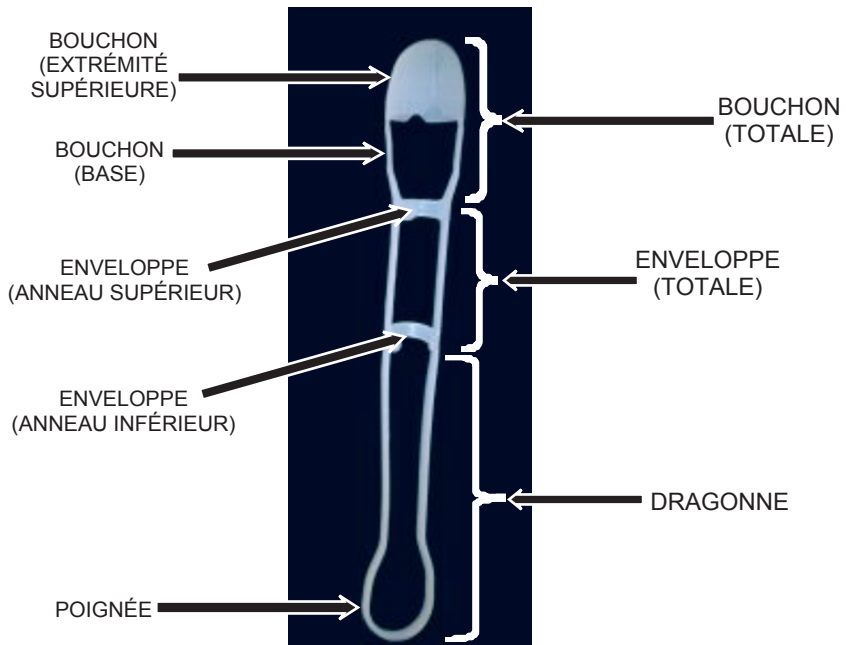
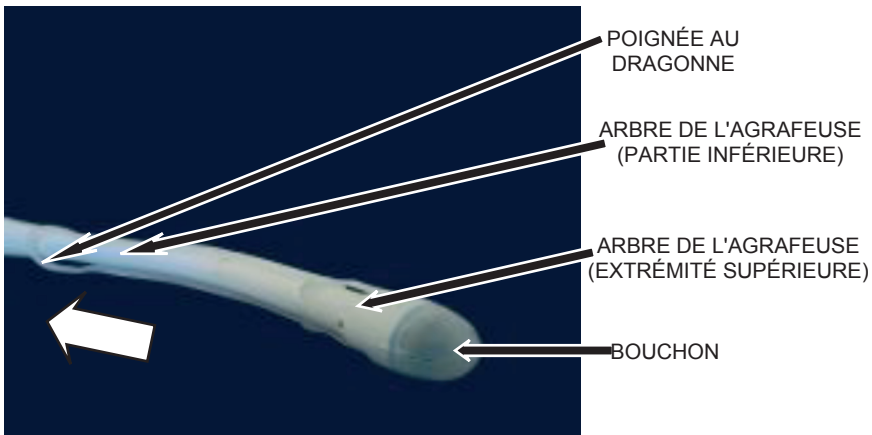

fig. 1
fig. 4
*m-protect doit être réglé correctement et nécessairement déterminé dans l'agrafeuse pour éviter le contact direct avec la muqueuse intestinale de l'agrafeuse. Sinon, comme la procédure sans m-protect, des lésions possibles aux muqueuses. ► Détails p. 9, fig. 4 + 5*
- Puis placer le bouchon de m-protect perdra dans de l'extrémité supérieure de l'arbre de l'agrafeuse, et Fixez l'arbre de l'agrafeuse afin de la enveloppe (► figure 1, p. 7) de m-protect, qui enferment l'anneau supérieur et de anneau inférieur de l'arbre de l'agrafeuse (► figure 3)
- Tirez sur la poignée au dragonne m-protect dans la direction de flèche (flèche blanche) à la partie inférieure de arbre de l'agrafeuse (► figure 4), et mettre le bouchon de m-protect fixe en même temps sur l'extrémité supérieure de l'arbre de l'agrafeuse
- m-protect est entièrement et fermement à la agrafeuse (► figures 4 et 5) → La agrafeuse est prêt à l'emploi
- Après vous atteignez la zone de l'anastomose (ligne de base linéaire) sur la poignée au dragonne m-protect (► fig. 1, p. 7, fig. 2, p. 8, fig. 4, p. 9) dans la direction de flèche (la flèche blanche) doucement sur l'extrémité supérieure de l'arbre de l'agrafeuse, comme le montre ci-dessous dans la figure 6